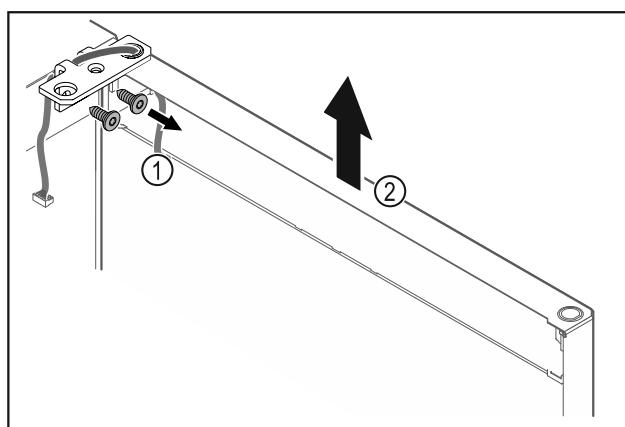

Fig. 19
- Odskrutkujte uholník závesu Fig. 19 (1).
- Zdvihnute dvere vrátane uholníka závesu Fig. 19 (2) cca 200 mm nahor a odoberte ich.